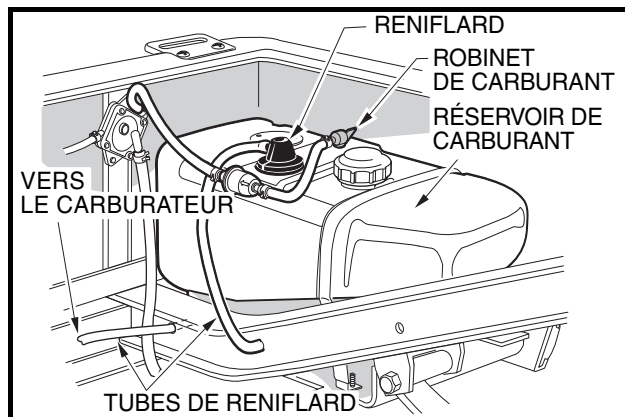

Figure 40 Réservoir à carburant – DS Villager 4
- Si le véhicule est doté d'une enceinte à l'épreuve des intempéries, s'assurer que le réservoir à carburant soit aéré correctement comme illustré (Figure 40).
2. Le réservoir à carburant se trouve du côté passager du véhicule (**Figure 40**). Retirer le bouchon du réservoir et remplir ce dernier uniquement avec de l'essence sans plomb fraîche. **Voir ATTENTION et REMARQUE ci-dessus.**